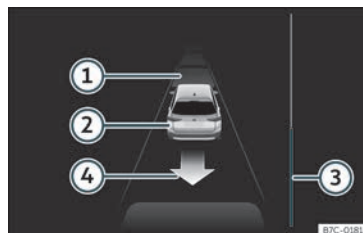

Fig. 238 Na pantalla do cadro de instrumentos: desaparcar dun espazo en liña.
• Retroceda ata que soe o sinal continuo del ParkPilot; **O BEN:** vaia marcha atrás ata que na pantalla do cadro de instrumentos apareza a indicación de dar marcha adiante. A barra de progreso >>> **fig. 238** **③** indica a distancia a percorrer >>> páx. 305.